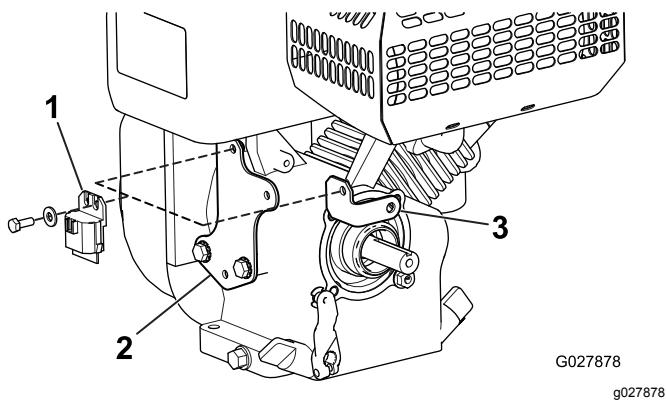

Figura 2
5. Retire y guarde el soporte del arnés de cables, el módulo de enclavamiento, y las fijaciones (Figura 2).